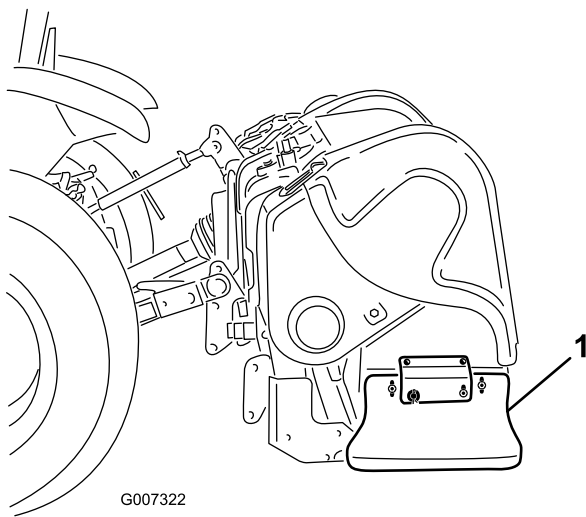

Bild 40
- Lösen Sie die Schrauben und Muttern, mit denen das seitliche Schutzblech am Rahmen befestigt ist (Bild 40).